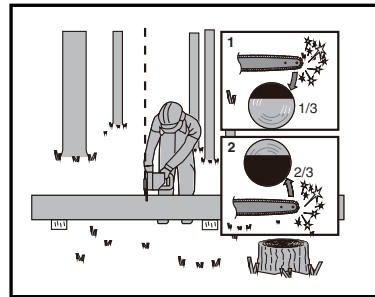

Abbildung 5
Wenn der Baumstamm gemäß Abbildung 5 an beiden Enden abgestützt ist, sägen Sie ein Drittel des Stammdurchmessers von oben ein (Vorhandschnitt (1)). Führen Sie anschließend den endgültigen Schnitt (2) durch, indem Sie die unteren zwei Drittel des Stammes von unten sägen, um auf den ersten Schnitt zu treffen.